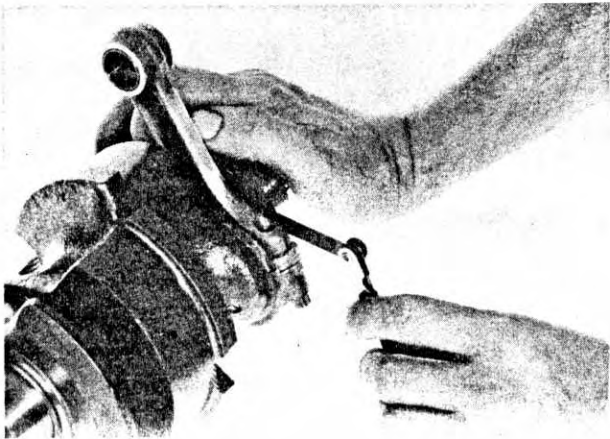

Fig. 137
- Verificare attentamente, mediante uno spessimetro il gioco assiale delle teste di biella (fig. 137).
- Check connecting rod side clearance by means of a feeler gauge (fig. 137).